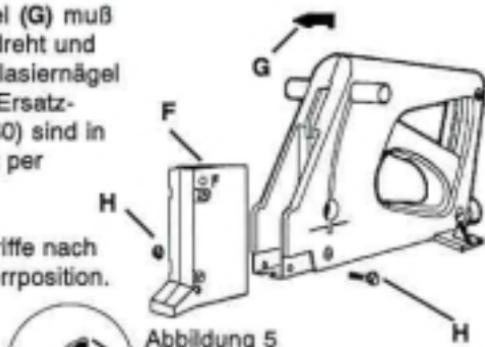

Abbildung 5
Die Glasiernägel müssen in den vorderen Teil der Magazinöffnung eingelegt werden. Abbildung 5. Geben Sie die Mitnehmergriffe (J) frei, damit die Nägel niedergedrückt werden.